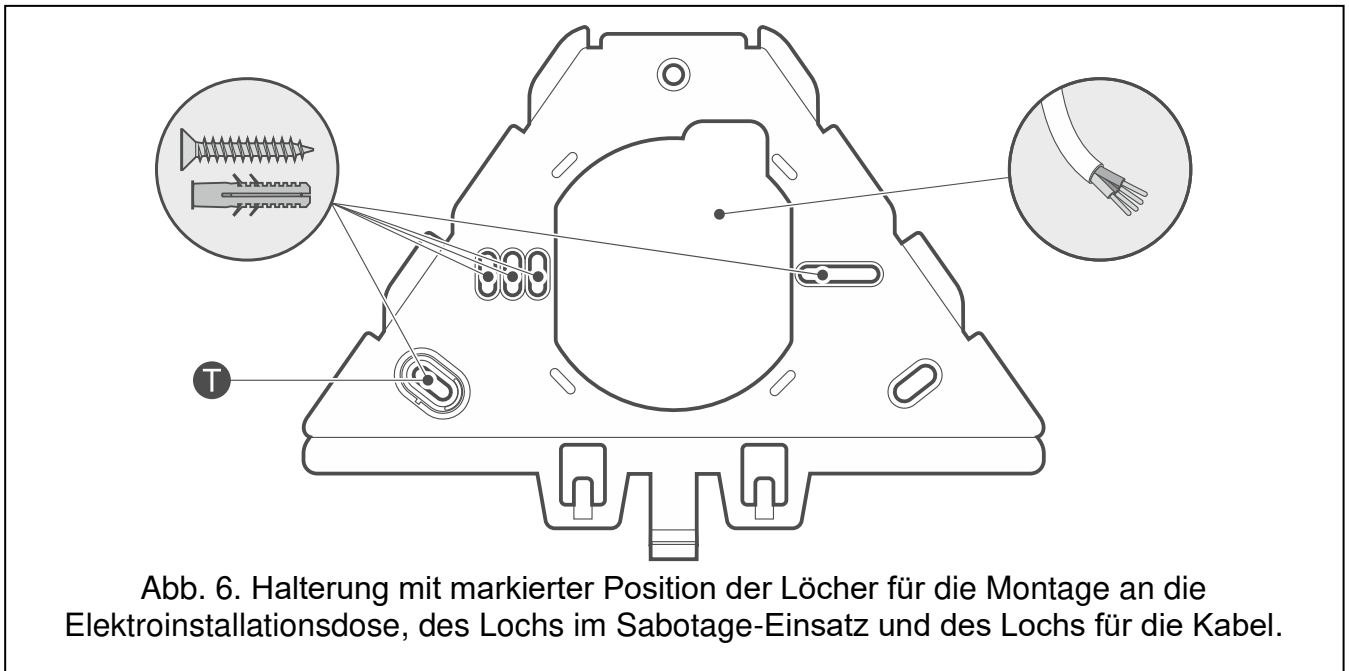

Abb. 6. Halterung mit markierter Position der Löcher für die Montage an die Elektroinstallationsdose, des Lochs im Sabotage-Einsatz und des Lochs für die Kabel.
4. Bringen Sie die Halterung an die Elektroinstallationsdose, so dass die Löcher in der Halterung mit den Löchern für die Schrauben in der Dose übereinstimmen, und markieren Sie die Position des Lochs im Sabotage-Einsatz an der Wand (in der Abbildung 6 mit dem Symbol **T** markiert).
6. Führen Sie die Kabel durch die Öffnung in der Halterung (Abb. 6).